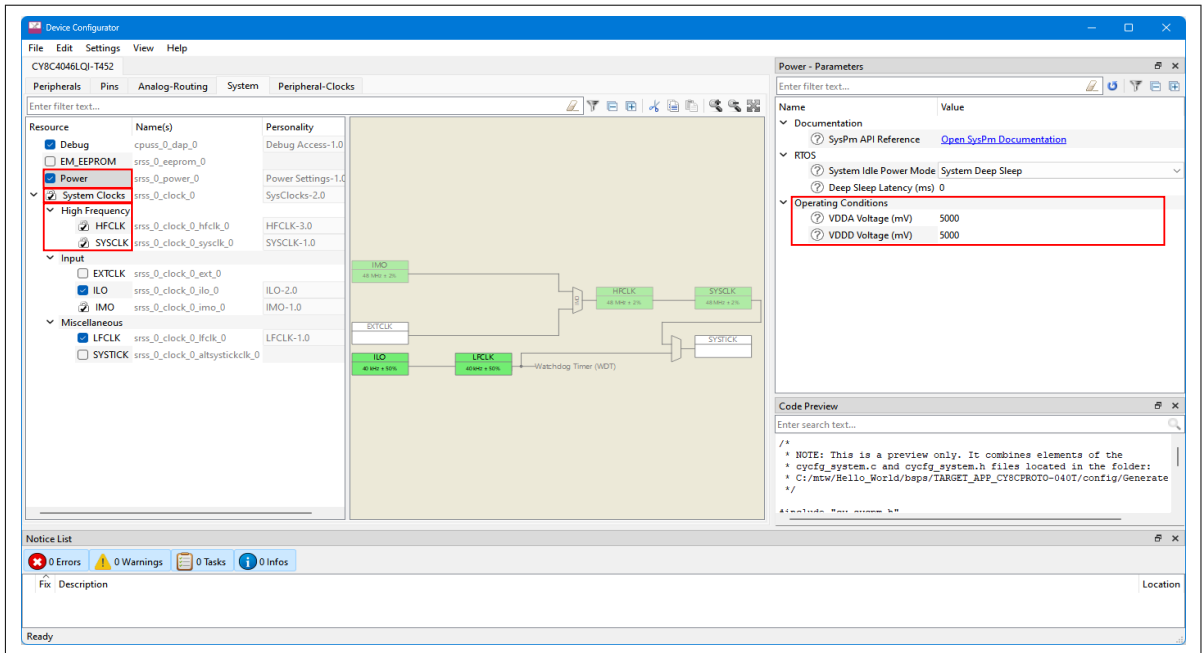

図 24 システム設定
5. 電力, 周波数, およびクロックなどの他のリソースは、Resource Categories ペインの System タブで設定できます。デフォルトの電力設定を図 24 に示します。この設計では、それ以上の変更は必要ありません。